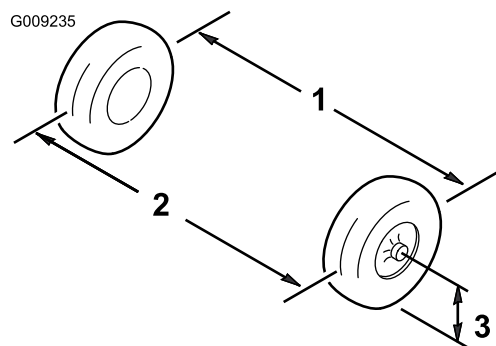

Figura 54
2. Meça a distância entre os pneus dianteiros à altura do eixo na zona dianteira e traseira dos pneus dianteiros (Figura 54).